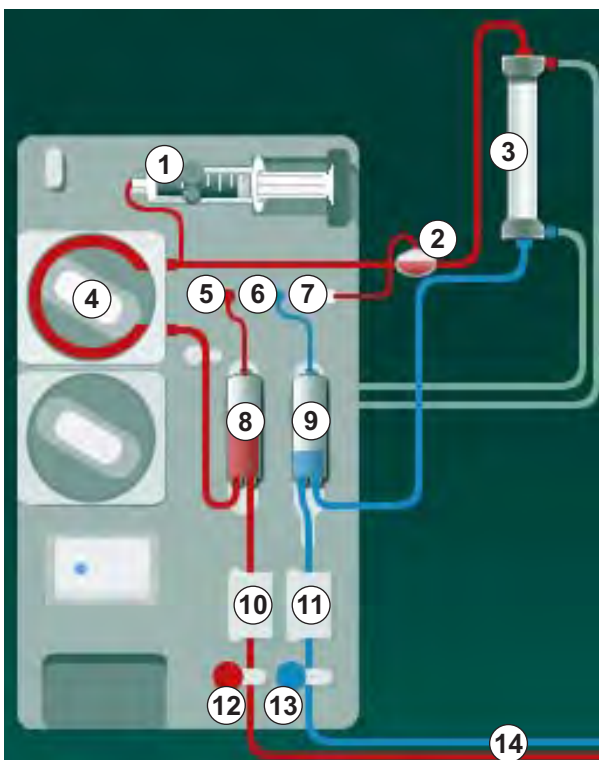

Abb. 3-2 Funktionsweise – Single-Needle-Cross-Over
Bei geschlossener venöser (Abb. 3-2 Funktionsweise – Single-Needle-Cross-Over (33), ⑬) und geöffneter arterieller Schlauchabsperrklemme ⑫ fördert die Blutpumpe ④ Blut vom Patienten durch den Dialysator ③ in die venöse Kammer ⑨ . Der Druck in der venösen Kammer ⑨ wird über den venösen Drucksensor ⑥ überwacht. Ist der eingestellte obere Umschaltdruck erreicht, wird die Blutpumpe ④ ausgeschaltet und die venöse Schlauchabsperrklemme ⑬ öffnet sich. Bedingt durch den Druck in der venösen Kammer ⑨ fließt Blut bis zum Erreichen des unteren Umschaltdrucks durch den Dialysator ③ zum Patienten zurück. Ist der untere Umschaltdruck in der venösen Kammer ⑨ erreicht oder die eingestellte Rücklaufzeit verstrichen, schließt sich die venöse Schlauchabsperrklemme ⑬ . Kurz danach öffnet sich die arterielle Schlauchabsperrklemme ⑫ . Die Blutpumpe ④ wird eingeschaltet und der Prozess beginnt von neuem mit der Blutentnahme vom Patienten.